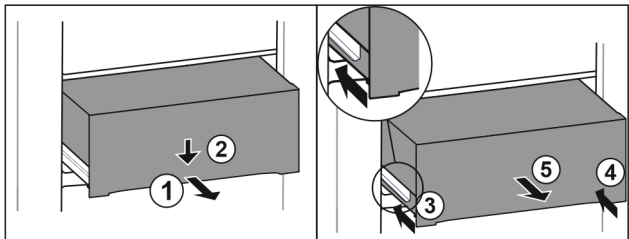

Fig. 120
- ▶ Schubfach halb herausziehen. Fig. 120 (1)
- ▶ Schubfach an der Vorderseite nach unten drücken. Fig. 120 (2)
- ▶ Linke Schiene etwa 2 cm einschieben. Fig. 120 (3)
- ▶ Rechte Schiene etwa 2 cm einschieben. Fig. 120 (4)
- ▶ Schubfach nach vorne entnehmen. Fig. 120 (5)